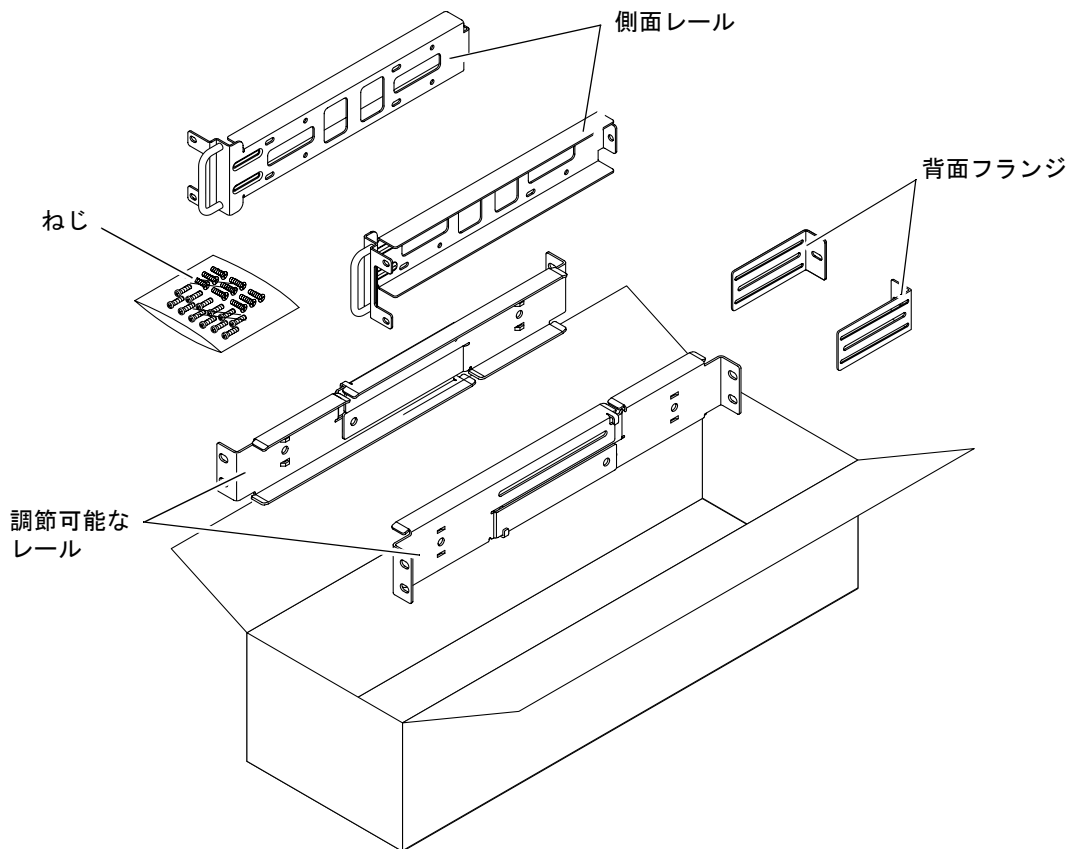

図 3-14 600 mm 4 ポストのハードマウントキットの内容
1. ラックキットから調節可能なレールを取り出します (図 3-14 を参照)。
7. ラックキットから背面フランジを取り出します (図 3-14 を参照)。
9. ラックキットから側面レールを取り出します (図 3-14 を参照)。